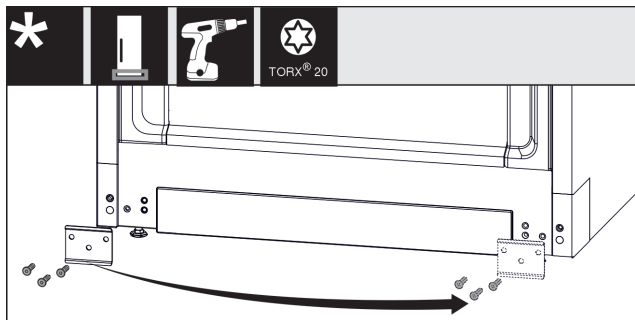

Fig. 13
- ▶ Odvrnite lim, premjestite ga na drugu stranu i ponovno ga pričvrstite. Fig. 13 (1)